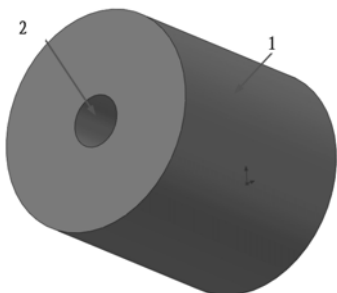
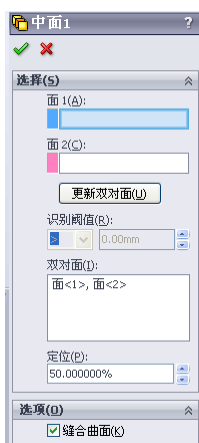

图 9-53 打开的文件实体
图 9-54 “中间”属性管理器
(1) 选择菜单栏中的“插入”→“曲面”→“中面”命令，或者单击“曲面”工具栏中的  (中面) 按钮，系统弹出“中间”属性管理器。
(2) 在“面 1”列表框中，单击选择如图 9-53 所示的面 1；在“面 2”列表框中，单击选择如图 9-53 所示的面 2；在“定位”文本框中输入“50”，“中面”属性管理器设置如图 9-54 所示。